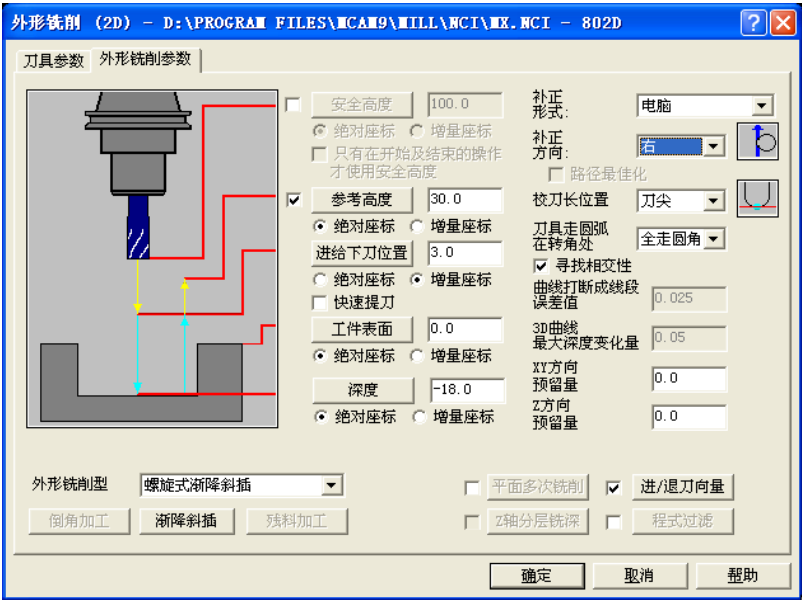

图 1-21 外形铣削（2）
- 2) 将鼠标移动到“D16”，单击鼠标右键选择“刀具路径”“外形铣削”，在主菜单区选择“串联”，选择矩形（高亮显示），单击“执行”，刀具选择同例 1-2。在“外形铣削参数”选项卡中选择外形铣削型为“螺旋式渐降斜插”，其余与例 1-2 相同，如图 1-21 所示。